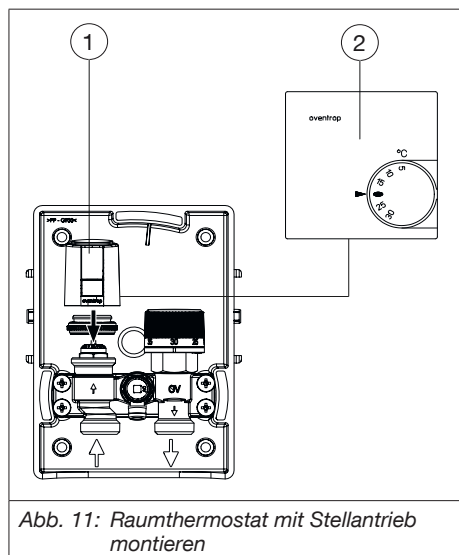

Abb. 11: Raumthermostat mit Stellantrieb montieren
- Schrauben Sie den Stellantrieb (siehe Abb. 11 auf Seite 14 (2)) auf das Ventil. Führen Sie das Kabel durch die Bohrung im Wand-einbaukasten (siehe 6.1 auf Seite 11).
| Abb. 11: Raumthermostat mit Stellantrieb montieren .....                         | 14 |